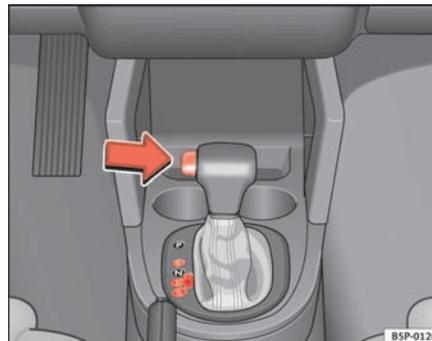

Fig. 136 Guida
- Premere il pulsante del pomello (posto sulla sinistra dello stesso ⇒ fig. 136).